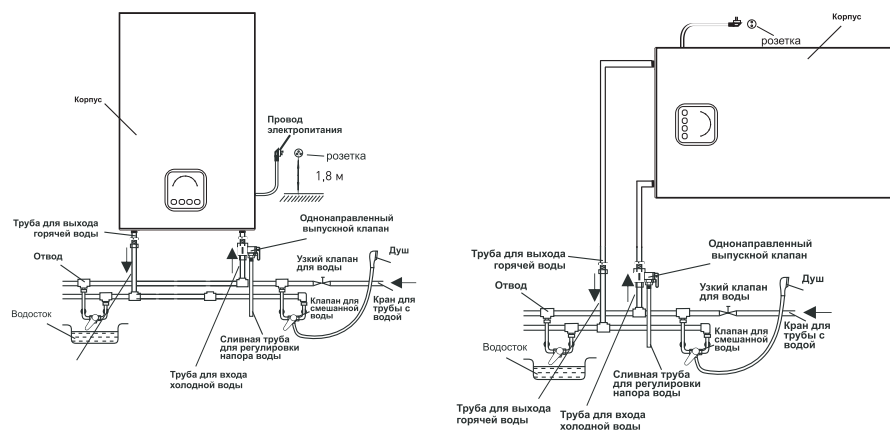

Рис. 7
- Если пользователь хочет обеспечить поступление воды в несколько точек водоразбора, тогда нужно обратиться к Рис. 7 для ознакомления со способами подключения к трубопроводу.